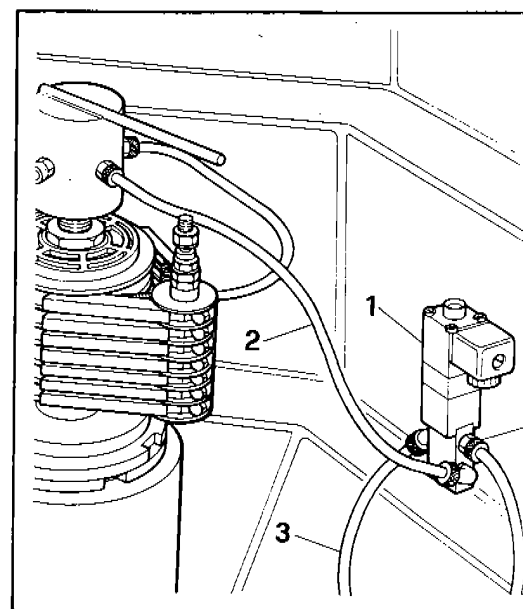

Fig. 6
- a) The corresponding solenoid valve (1 Fig. 6) on the top bowl.
- b) The pipeline (2 Fig. 6) from the air distributor and the solenoid valve and the pipeline (3 Fig. 6) from the solenoid valve to the air cylinder - in case of a broken pipeline, replace it.
- b) I tubi (2 Fig. 6) di collegamento tr distributore aria ed elettrovalvola e (3 Fig. 6) dalla elettrovalvola al cili Se si riscontrano perdite sostituire rotto.
ente (1 Fig. 6)
- Check solenoid valve (1 Fig. 6); loosen the descent regulator (4 Fig. 6), operate the solenoid valve thus allowing the outlet air to clean the valve itself. Re-assemble the regulator so that the car comes down at speed required.
- Controllare l'elettrovalvola (1 Fig. 6), svitare il regolatore di discesa (4 Fig. 6), azionare l'elettrovalvola in modo che la aria uscendo la pulisca. Rimontare il regolatore in modo che il soggetto scenda alla velocità voluta.